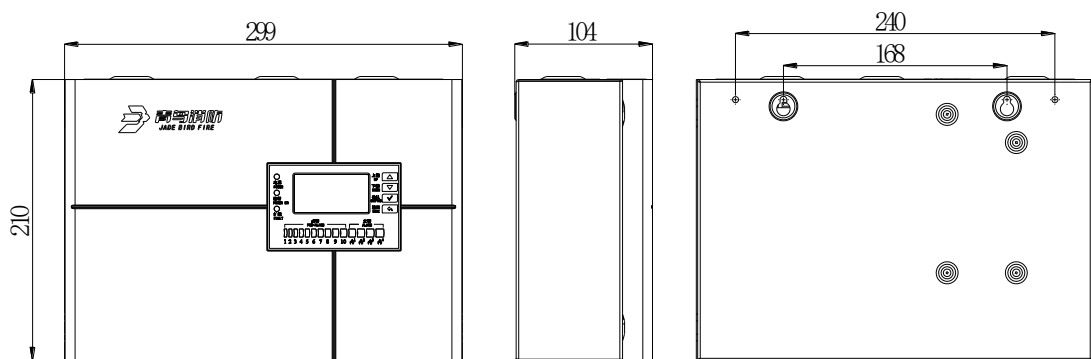

图 1 外形及安装尺寸图
- 布线施工后，通过使用膨胀螺栓将探测器固定在墙上（使用 M4 螺钉），安装孔距为 168mm，外形及安装尺寸如图 1 所示，并保证产品接地点良好接地；